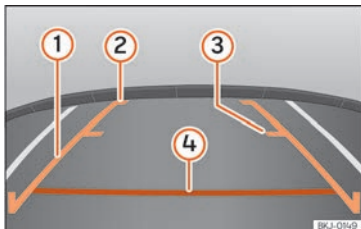

Abb. 167 Anzeige auf dem Bildschirm des Infotainment-Systems: Orientierungslinien.
- Die Beladung des Fahrzeugs verändert die Darstellung der Orientierungslinien »» Abb. 167. Die von ihnen dargestellte Breite verringert sich bei zunehmender Beladung. Achten Sie auf die Umgebung des Fahrzeugs, wenn der Innenraum oder der Gepäckraum beladen sind.
» **Abb. 167**